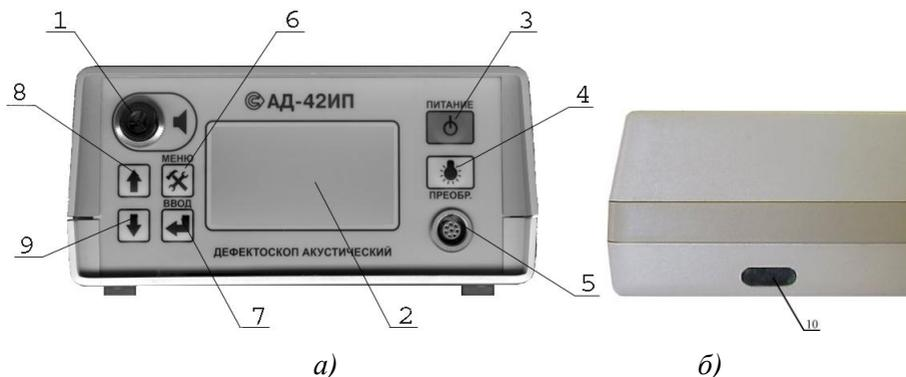

Рис.2.2 Органы индикации и управления дефектоскопа:
2.3.5 Размещение органов индикации и управления дефектоскопа на передней панели показано на рис.2.2.
2.4.1 Звонок (поз.1, рис.2.2) предназначен для звуковой сигнализации о наличии дефекта в контролируемом объекте дополнительно к световой сигнализации в преобразователе.
2.4.2 Дисплей (поз.2, рис.2.2) предназначен для отображения информации в процессе работы дефектоскопа.
2.4.3 Кнопка «» ПИТАНИЕ (поз.3, рис.2.2) предназначена для включения/выключения питания дефектоскопа.
2.4.4 Кнопка «» (поз.4, рис.2.2) предназначена для включения/выключения подсветки дисплея.
2.4.5 Разъем «ПРЕОБР.» (поз.5, рис.2.2) предназначен для подключения к электронному блоку преобразователей *РА-4S*, *РА-5R*, *РА-7R*.
2.4.6 Кнопка «» МЕНЮ (поз.6, рис.2.2) предназначена для входа/выхода в/из меню дефектоскопа.
2.4.7 Кнопки «», «», «» ВВОД (поз.7...9, рис.2.2) предназначены для установки режима работы и управления меню дефектоскопа.
2.4.8 Окошко (поз.10, рис.2.2) инфракрасного канала связи предназначено для передачи данных из энергонезависимой памяти дефектоскопа в персональный компьютер.